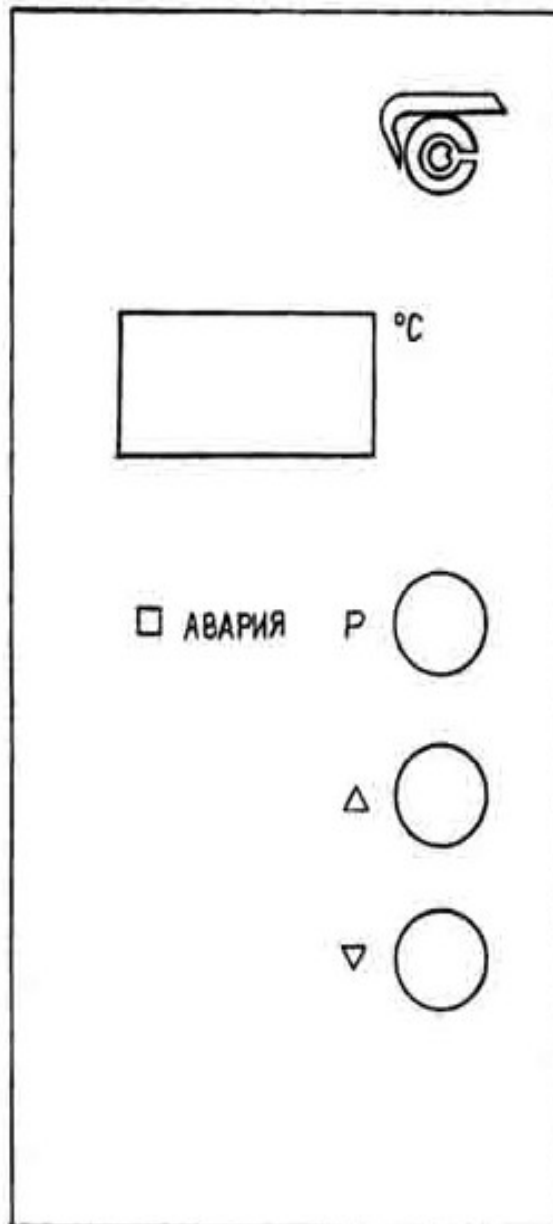

Рис. 1
8.3. Включить переключатель “СЕТЬ” (находится на сетевом блоке, установленном на задней стенке термостата), при этом на цифровом табло панели управления, находящейся на двери термостата (Рис.1) высвечивается текущая температура в камере термостата.